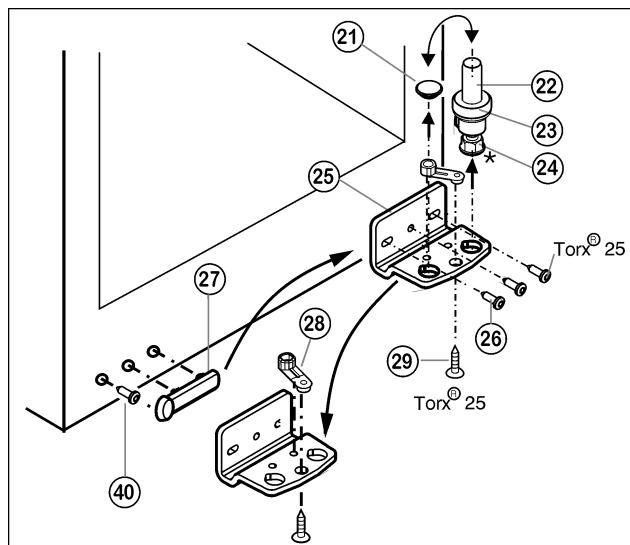

Fig. 5
- ▶ Drag ut lagerbult Fig. 5 (22) komplett, med platta Fig. 5 (23) och justeringsfot* Fig. 5 (24), uppåt.
- ▶ Lyft ur pluggar Fig. 5 (21).
- ▶ Skruva bort lagerbocken Fig. 5 (25) Fig. 5 (26).
- ▶ Skruva bort lagerdelen Fig. 5 (28) Fig. 5 (29) och flytta den till motsatta monteringshål på lagerbocken, skruva fast den igen.
- ▶ Lyft täckbrickan på handtagssidan Fig. 5 (27) försiktigt, skruva ut skruven Fig. 5 (40) och flytta båda till motsatta sidan.
- ▶ Skruva fast lagerbocken igen Fig. 5 (25) eventuellt med en skruvdragare på den nya gångjärnssidan (**med 4 Nm**).
- ▶ Sätt i pluggen Fig. 5 (21) i det andra hålet.
- ▶ Sätt tillbaka lagerbulten Fig. 5 (22) komplett, med platta och justeringsfot*. Kontrollera därvid att skåran pekar bakåt.
- ▶ Lyft ur pluggen (33) från dörlagerbussningen och flytta den.
- ▶ Demontera handtag (32), pluggar (33) och tryckplattor* (34) och flytta dem till motsatta sidan.
- ▶ Sätt på dörren på nedre lagerbult Fig. 5 (22).
- ▶ Sätt i övre lagerbock (12) i dörren på den nya gångjärns-sidan.
- ▶ Skruva fast övre lagerbock (12) (med 4 Nm) (2 gånger Torx® 25) (13). Borra eventuellt upp skruvhålen eller använd skruvdragare.
- ▶ Sätt fast täckbrickan (10) och täckbricka (11) på motsatta sidan.
- ▶ Rikta in dörren med de båda avlånga hålen på nedre lagerbock Fig. 5 (25) i förhållande till skåpet. Skruva därvid ur skruven i mitten.